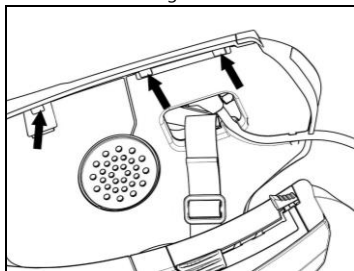

Fig. 14
- Riposizionare il rivestimento plastico del guanciale, sistemandolo dietro i due gancetti di fermo (Fig. 14).